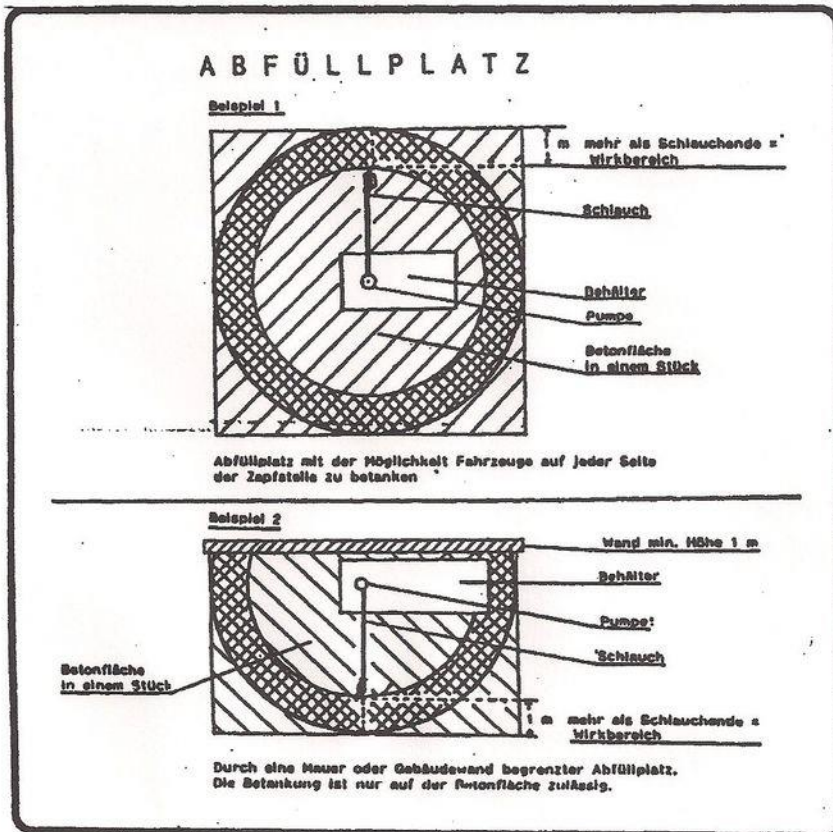

Abb. 2
- Die Größe des Abfüllplatzes richtet sich nach dem Wirkungsbereich des Zapfventils. Dieser umfasst den betriebsmäßig vom Zapfventil in Arbeitshöhe horizontal bestrichenen Bereich zuzüglich 1 m (siehe Abb. 2). Er kann aber auch durch eine Abtrennung mit einer Wand, Mindesthöhe von 1,0 m oder durch ein festes Gebäude begrenzt werden (Abb. 2.1). Diese Wand muss aus einem kraftstoffundurchlässigen Material sein, z. B. Bausteine oder Blech. Der Abfüllplatz muss mit einer allseitigen Aufkantung versehen sein. Für das Abführen von anfallendem Oberflächenwasser muss der Abfüllplatz an einen Ölabscheider angeschlossen werden.